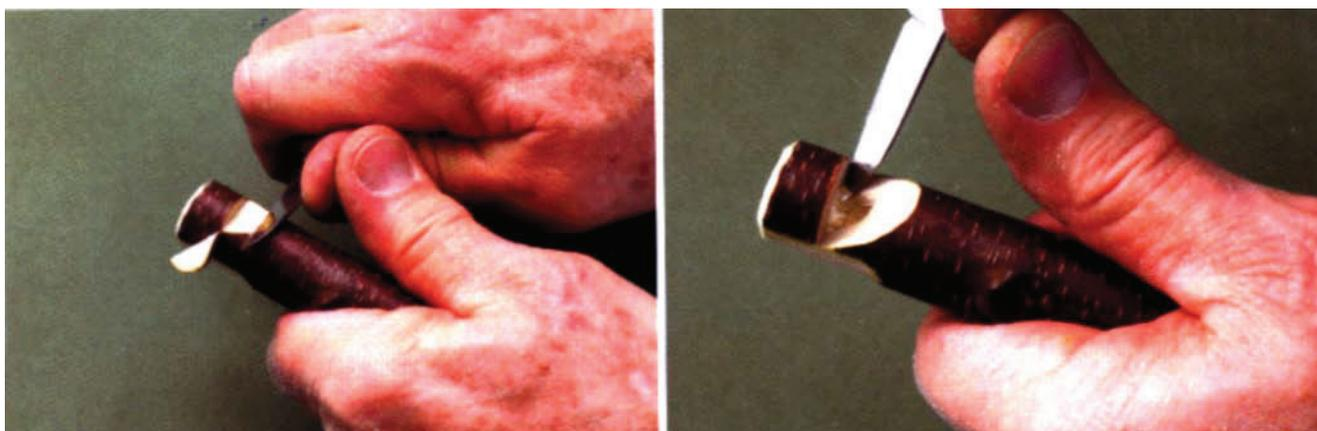

Figure A-5 Encocher le bâton
4. Encocher le côté de la branche où se trouve l'écorce en faisant des entailles droites et diagonales répétées jusqu'à mi-chemin dans le trou percé (voir figure A-5).